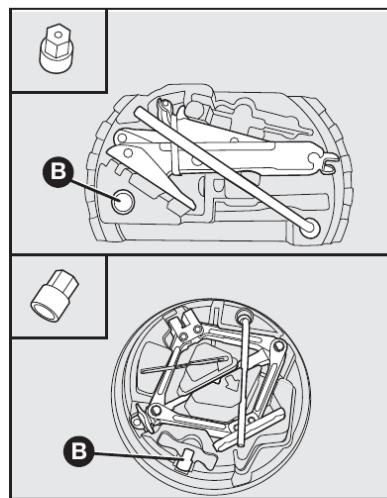

fig. 3
- Soltar as ferramentas, e remover o macaco fig. 3 de acordo com a versão do veículo puxando-o de sua sede.
- O porta-ferramentas possui uma sede própria B-fig. 3 para guardar a chave soquete antifurto de roda (quando disponível) detalhe - fig. 3.
- Retirar da sede específica no porta-ferramentas **B-fig. 3** a chave soquete detalhe-**fig. 3** a chave soquete que destrava o mecanismo antifurto.